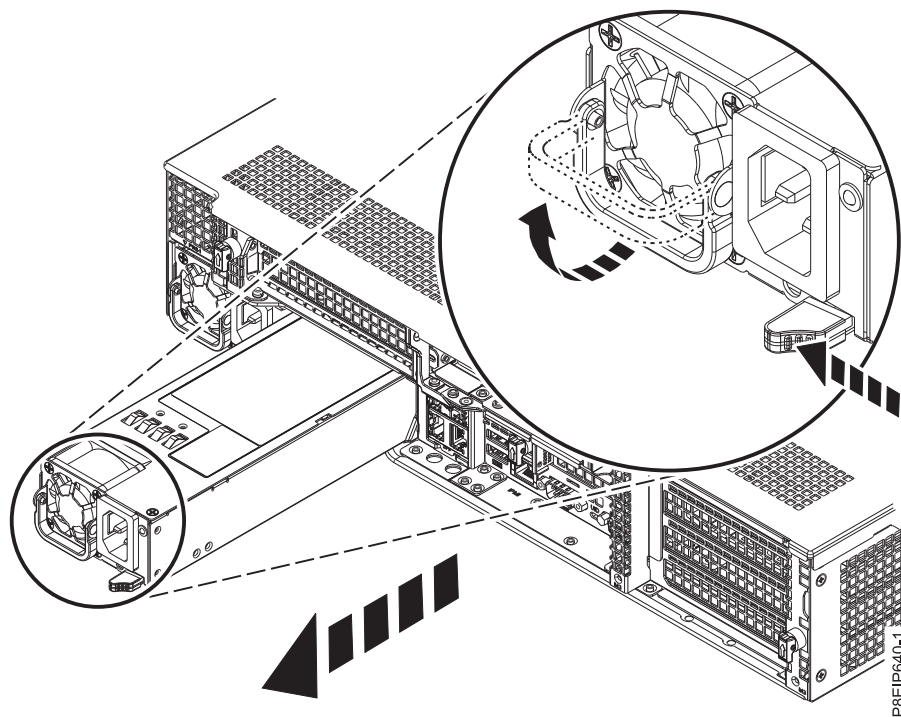

Figure 93. Retrait d'une alimentation du système
- a. Pour retirer l'alimentation de sa position dans le système, poussez le loquet de verrouillage vers la gauche, comme indiqué dans la figure 93.